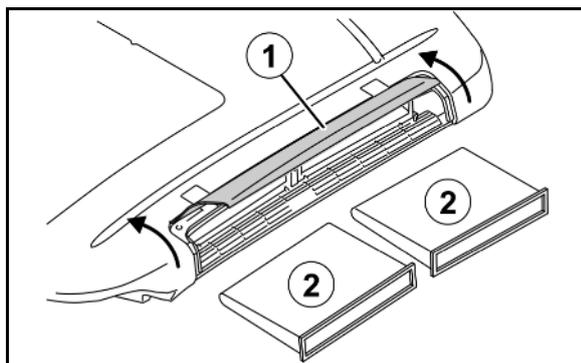

Fig. 190
1. Démontez la grille d'air de circulation (Fig. 190/1).